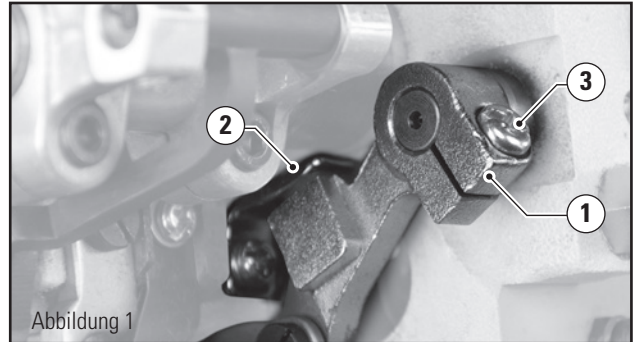

Abbildung 1
Wenn der Hebel (1) (Abb. 1) an dem Anschlag (2) anliegt soll an Position (A) (Abb. 2) der Abstand zwischen der Rolle und der Welle ca. 3 mm betragen.
1. Hebel 1 an Anschlag (2) drücken; Schraube (3) lösen; Rollenhebel (2) so verdrehen, dass ein Abstand von 3 mm zwischen Rolle und Welle entsteht. (Darauf achten, dass der Rollenhebel unter Federdruck steht).
2. Schraube (3) in dieser Position festziehen.